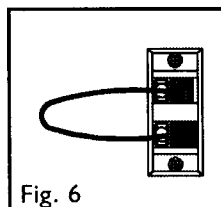

Fig. 6
- Kontrollera om dammsugaren startar när dammsugarens startkrets i svagströmskontakten (fig. 5; 7) kortsluts med en metalltråd (fig. 6).